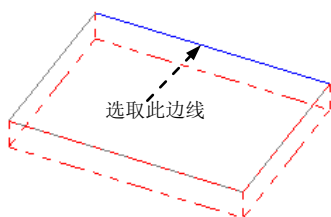
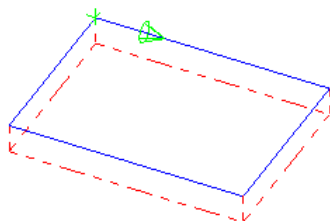
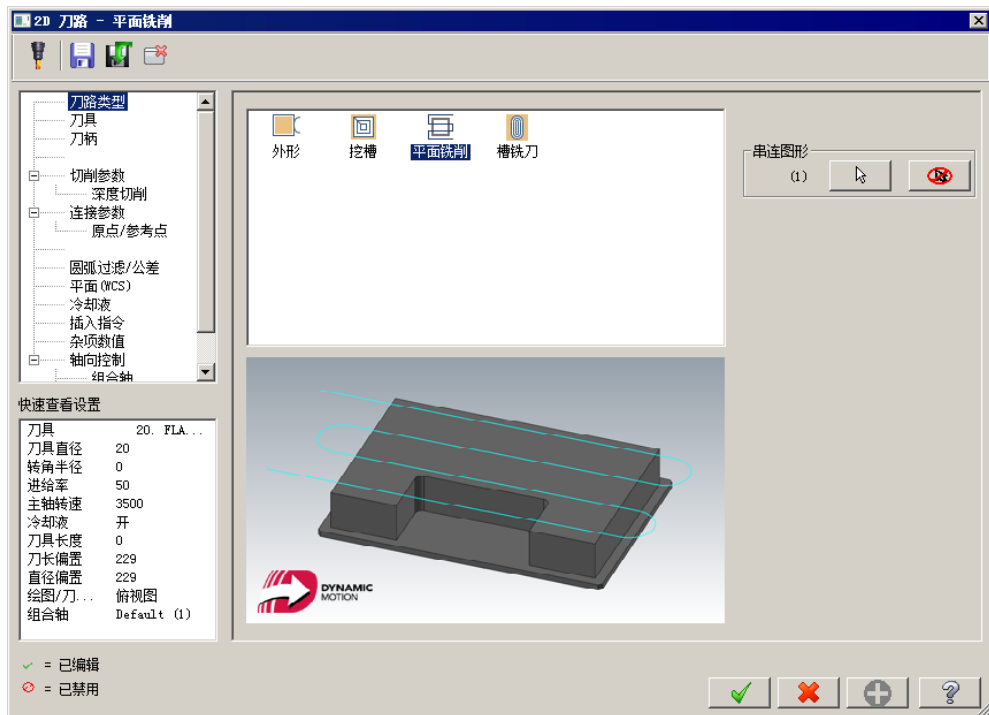

图 4.4.5 选取区域
图 4.4.6 定义区域
图 4.4.7 “2D 刀路-平面铣削”对话框
Step2. 设置加工区域。在图形区中选取图 4.4.5 所示的边线，系统自动选择图 4.4.6 所示的边链，单击 按钮，完成加工区域的设置，同时系统弹出图 4.4.7 所示的“2D 刀路-平面铣削”对话框。